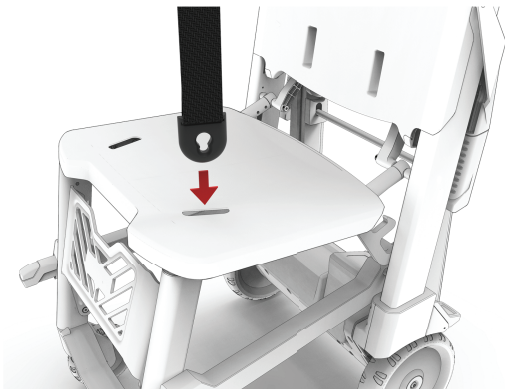
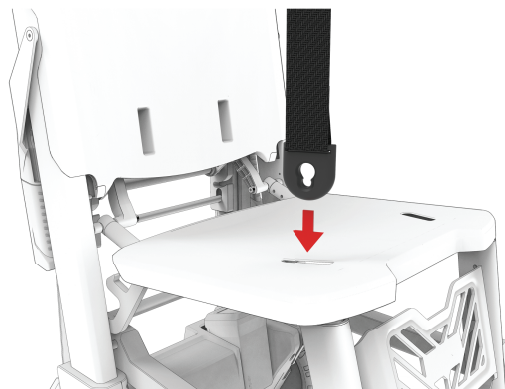

図 16-シートクリップ、患者左
図 17-シートクリップ、患者右
1. 拘束ストラップを患者右側にくるようにして、患者右側シートクリップを、シートの座面にある患者右側の穴に挿入します（図 16 および 図 17）。